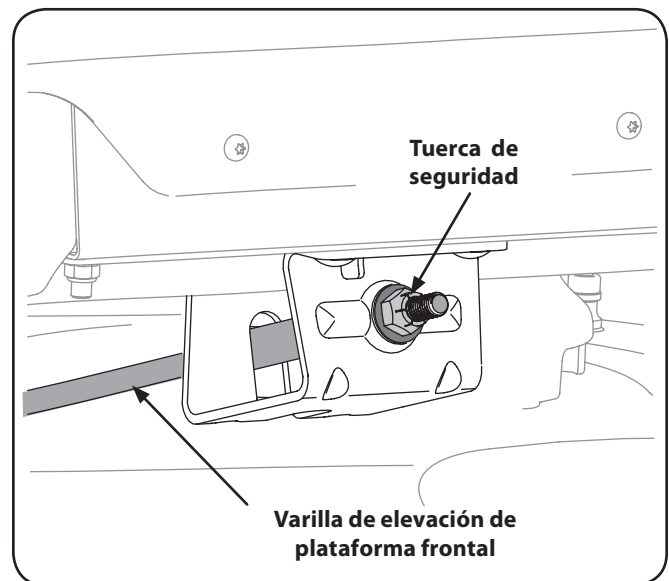

Figura 6-7
5. Con una llave, levante o baje la parte delantera de la plataforma girando la tuerca de seguridad de la varilla de elevación delantera de la plataforma. Vea la Figura 6-7.